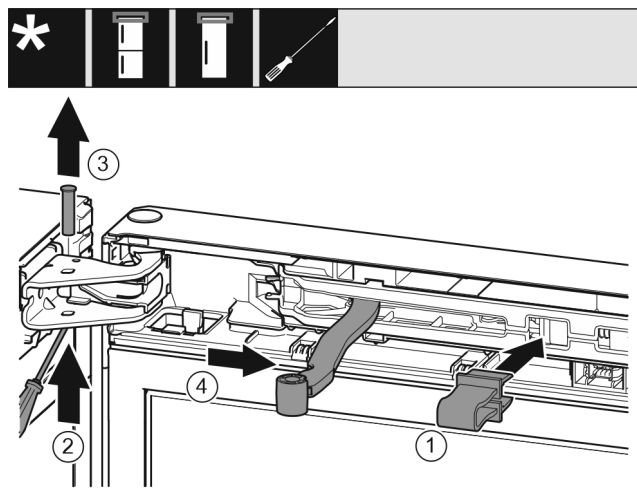

Fig. 6
- ▶ Fixați în poziție siguranța în deschizătură. Fig. 6 (1)
- ▶ Extrageți bolțul cu șurubelnița. Fig. 6 (2)
- ▶ Extrageți în sus bolțul. Fig. 6 (3)
- ▶ Rotiți articulația în direcția ușii. Fig. 6 (4)